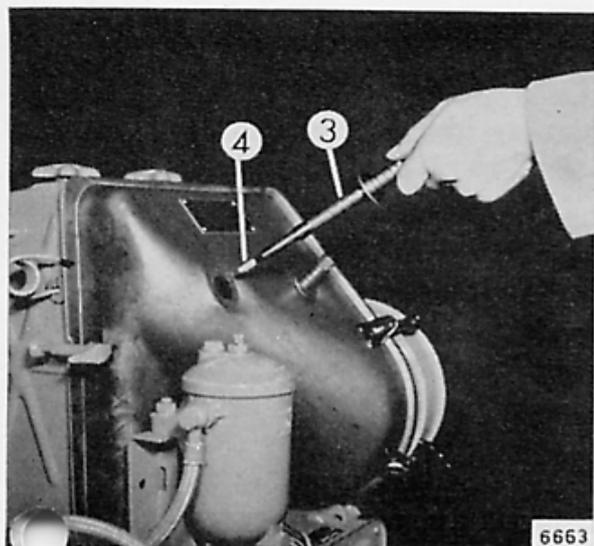

Fig. 11
3. Dévissez le porte-papier (3) – Figure 11 – de son filetage sur la culasse, engagez l'extrémité non imprégnée du papier auto-allumant (4) dans le porte-papier et revissez ce dernier.